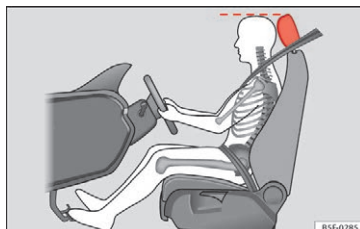

Fig. 83 Korrekt indstilling af førerens hovedstøtte
- Indstil hovedstøtterne således, at hovedstøttens øverste kant er på højde med den øverste del af dit hoved » Fig. 83.